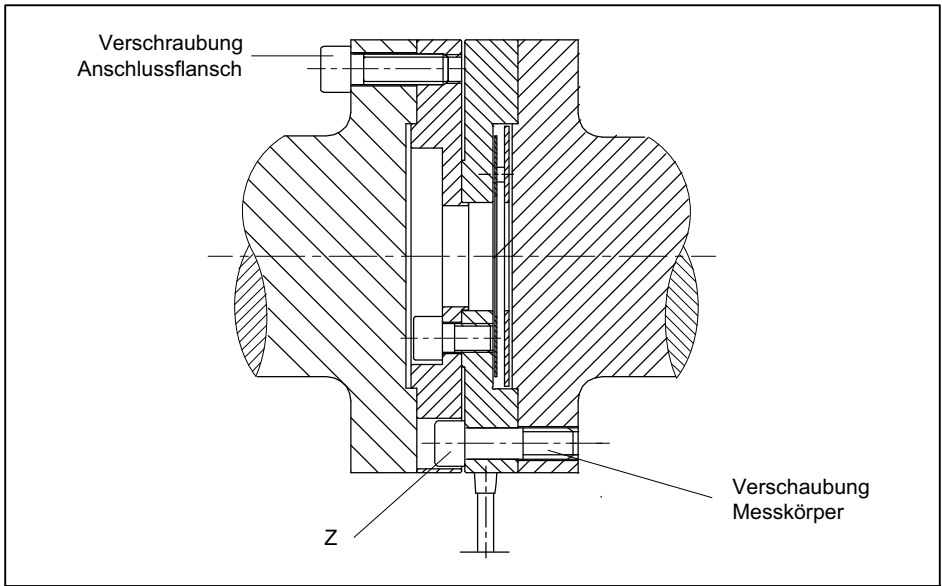

Abb. 5.3 Verschraubung des Messkörpers
Die Schraubenköpfe (Z), *siehe Abb. 5.3*, dürfen nicht am Anschlussflansch anliegen.